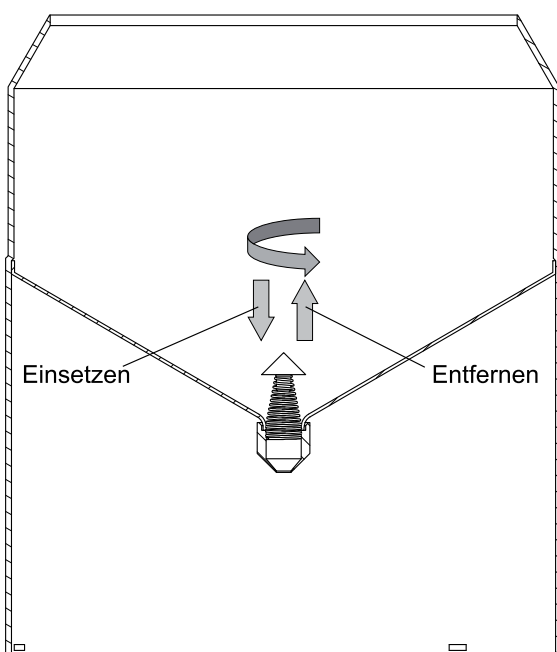

Abb. 10
- Setzen Sie den beiliegenden Schmutzfänger in den Trichter ein (Abb. 10).